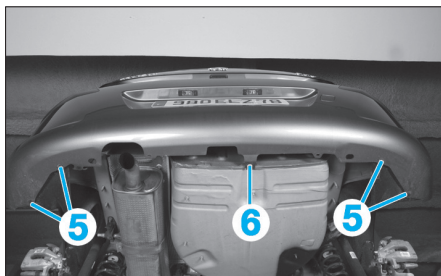

Fig. 183
- Déposer les agrafes de fixation (5) puis la vis (6) (Fig.183).